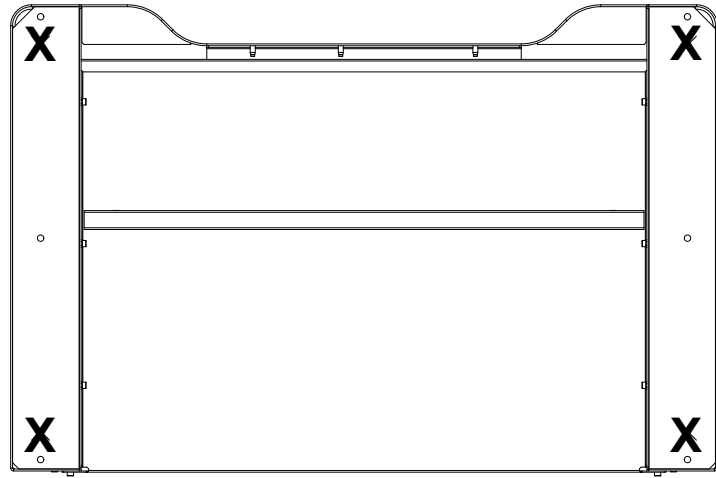

Figure 19. Dessous du bâti montrant l'emplacement des pieds du bâti
- Repérez les pieds du bâti qui ont pu être retirés pour boulonner le bâti à la palette et réinstallez-les aux endroits indiqués sur Figure 19 à la page 69.